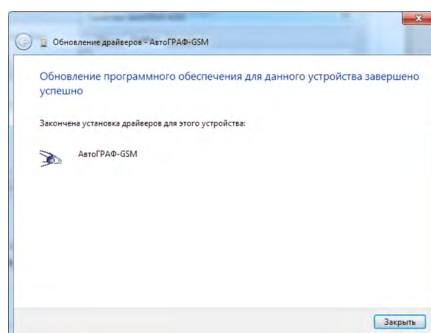

Рис.4
5. После завершения установки драйверов система распознает подключенное устройство (Рис.4).